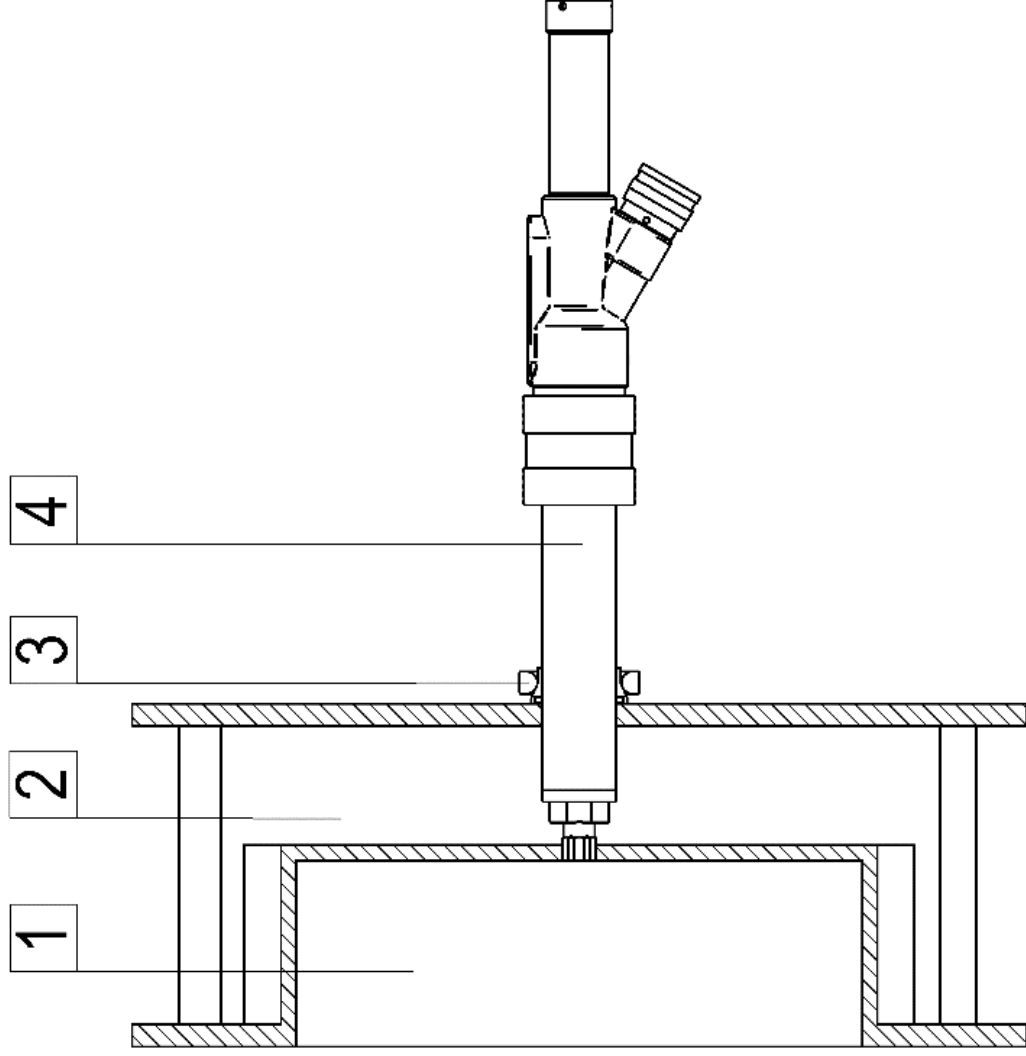

Abbildung 2 (Abbildung ähnlich)
Abbildung 2 zeigt die Einbausituation des Füllinjektors in einem Formwerkzeug. Der Füllinjektor darf mit dem Mantelrohr in die Dampfkammer hineinragen und muss mit einem Haltering fixiert werden (siehe Kapitel 4.6 *Montage und Demontage*) Die maximal zulässige Temperatur darf in diesem Bereich 150°C nicht überschreiten. Es ist darauf zu achten, dass der (Luft-) Druck im inneren des Füllinjektors durch den Temperaturanstieg den maximal zulässigen Betriebsdruck nicht überschreitet.
2. Füllinjektor in das Formwerkzeug einstecken. Anschließend Mantelrohr mit Haltering fixieren. Auf sicheren und festen Sitz des Füllinjektors achten! (vgl. Abbildung 2)